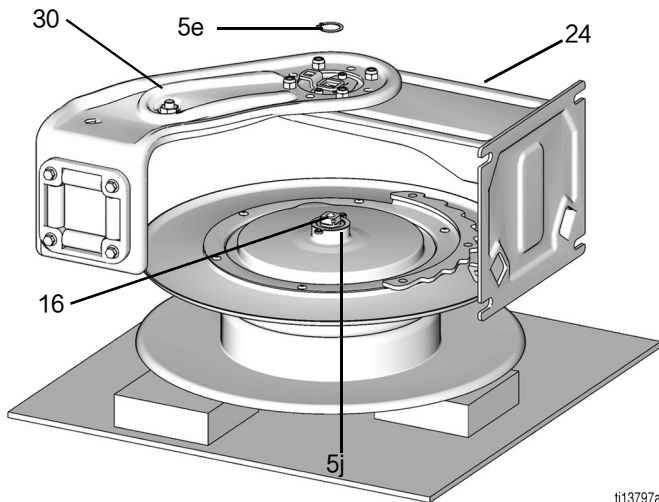

图 22
10. 卸下卡环 (5e) (图 22)。
13. 将新转轴 (5) 放在工作台的一侧、转轴的平坦侧朝下、棘轮侧朝上、参见图 22。
14. 将导向臂和挡板底座组件 (30) 固定在转轴底座 (24) 之上。按需要调正对齐零配件。
注意：当转轴 (5) 被支撑并水平时、重新安装导向臂 (30) 和转轴底座 (24) 更加容易。在转轴下放置 1 英寸 (25 毫米) 的废木块、如图 22 所示、以在安装导向臂过程中对其进行支撑。
17. 安装垫圈 (15 和 17) 和长螺栓 (18)、但不要拧紧螺栓。
19. 将导向臂 (30) 和挡板组件 (29) 放置在旋转接头组件和转轴 (5) 之上。
20. 安装大号螺母 (11) 并拧紧 (扭力为 85 - 105 英尺磅 /115.2 - 142.4 牛·米) (图 22)。
21. 拧紧螺栓 (18) (以 25 - 35 英尺磅/33.9 - 47.5 牛·米的扭力拧紧)。
22. 对准导向臂 (29) 和导向臂 (30)、然后安装螺丝 (27) 并拧紧 (以 20-30 英尺磅/27.1 - 40.7 牛·米的扭力拧紧)。
23. 将挡板组件 (26) 与底座 (24) 对齐。安装两颗螺丝 (27) 并拧紧 (以 20 - 30 英尺磅/27.1 - 40.7 牛·米的扭力拧紧)。